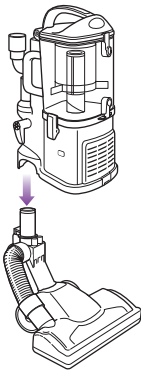

Fig. 8
- 2 Alignez le tuyau de l'embout de plancher au tuyau du chariot amovible et abaissez jusqu'à ce que vous entendiez un déclic indiquant que les deux pièces sont en place. (Fig. 8)